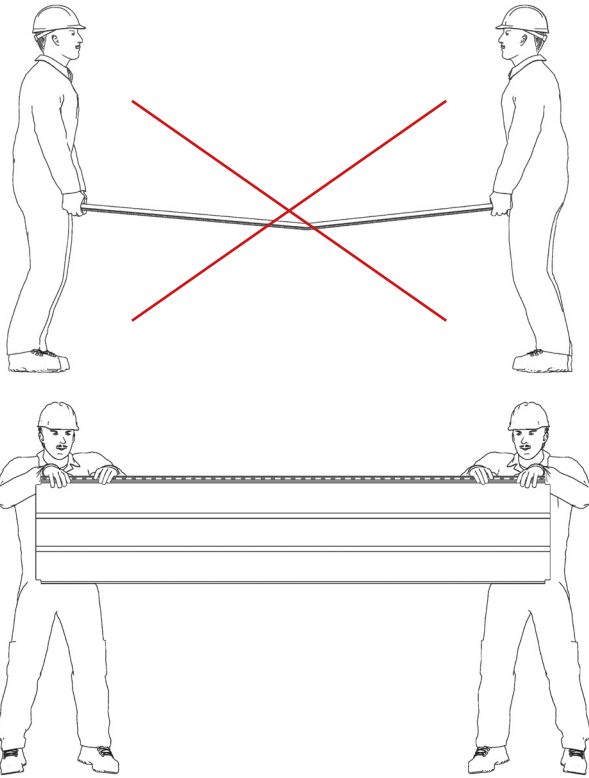

Рис. 1
2. При разгрузке вручную и подъеме на кровлю, панели необходимо брать только со стороны длинной плоскости и минимум вдвоем, не перегибать панель и не брать за короткие края! (рис. 1).